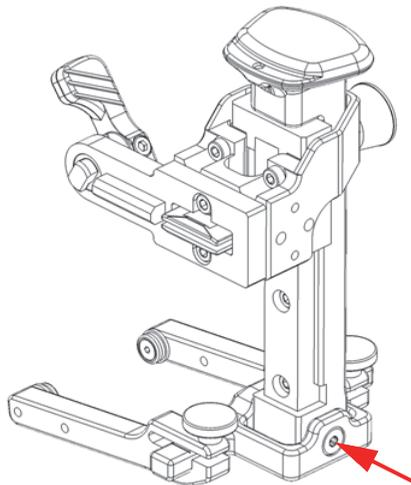

Figure 2-25 Réinstallation de la vis
7. Réinstallez la vis dans l'axe rotatif de la fourche (Figure 2-25 à la page 54).